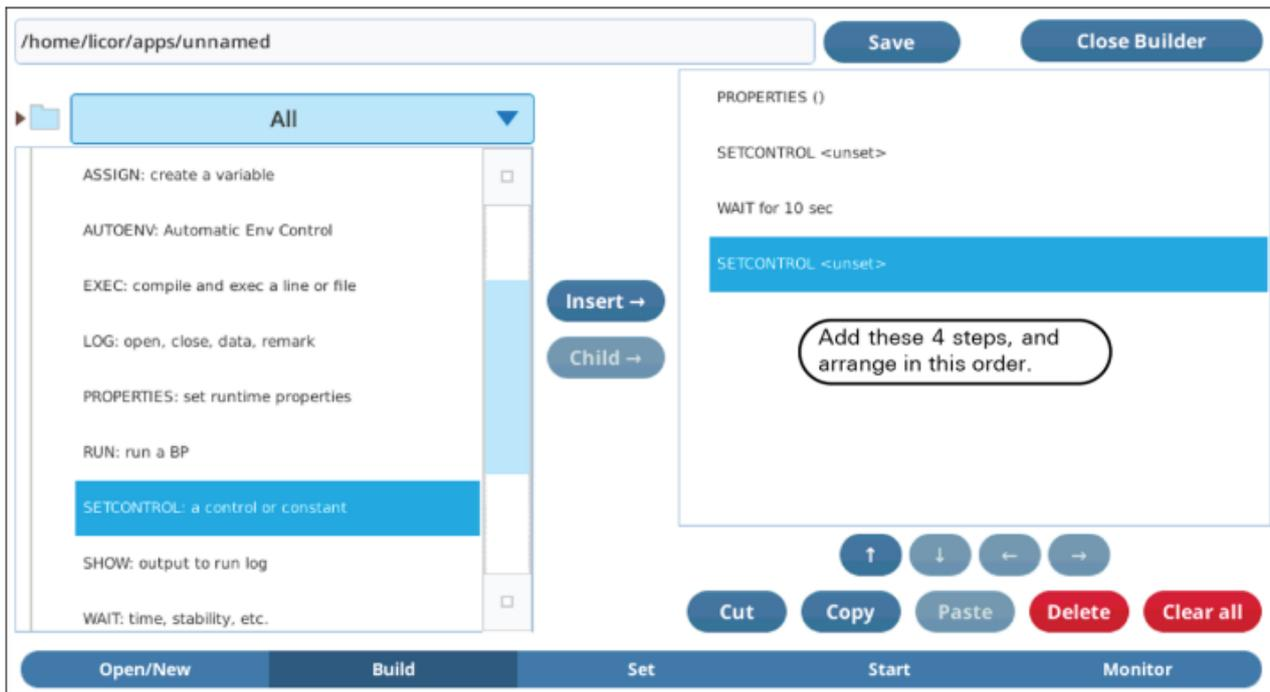

图 11: 创建一个简单的 BP
- 添加 4 个步骤（PEROPERTIES, SETCONTROL, WAIT, 和 SETCONTROL）到程序内。要增加一个步骤，从左侧窗口选择，然后点击 **Insert →** 来将其复制到右侧窗口。要调整右侧窗口的步骤，使用右侧窗口的 **↑** 和 **↓** 来更改（图 11）。